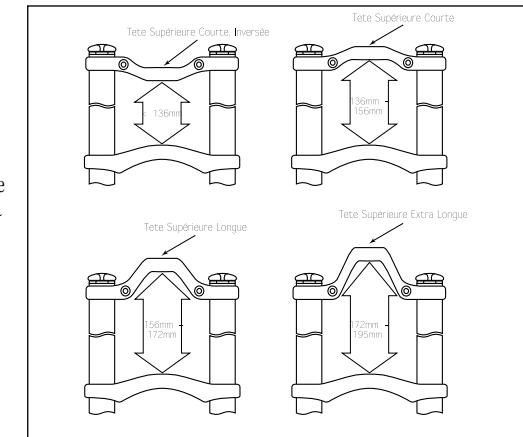

Fig. 2
- Avant de monter sur votre vélo, vérifiez que votre fourche Judy XL est bien munie de la tête supérieure appropriée. Les têtes supérieures disponibles pour la fourche Judy XL sont illustrées à la fig. 2. Reportez-vous également à la fig. 2 pour plus d'informations sur la sélection et le réglage de la tête supérieure permettant de maximiser la rigidité de la fourche.